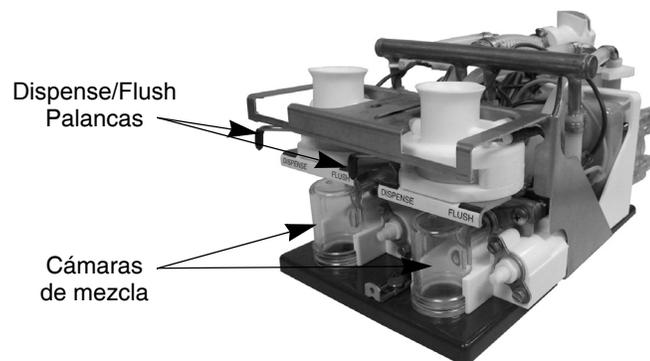

Figura 7. Conjunto de plataforma con palancas Dispense/Flush
1. Mueva todas las palancas Dispense/Flush (ubicadas en el conjunto de la plataforma en el gabinete refrigerado) a la posición **Flush**. Coloque un vaso vacío en la charola de goteo debajo de cada boquilla despachadora (Figura 7).